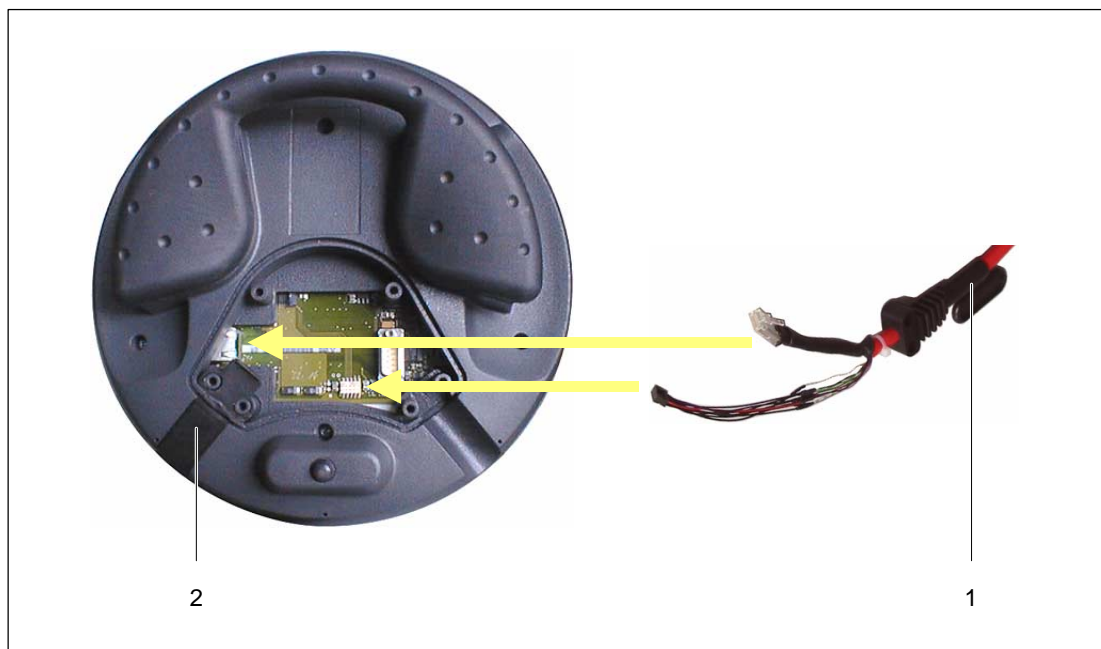

Figure 10-3 Branchement du câble de raccordement
2. Enfichez les deux connecteurs du câble de raccordement sur les points de contact comme représenté en figure 10-3.